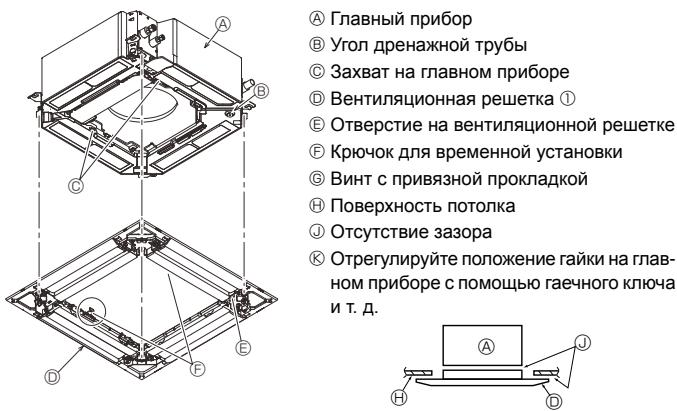

Fig. 9-6
9.4.2. Временная установка вентиляционной решетки (Fig. 9-6)
- Закрепите решетку на главном приборе, затянув заранее установленные винты. (Fig. 9-6)
Убедитесь в отсутствии зазоров между главным прибором и вентиляционной решеткой или между вентиляционной решеткой и поверхностью потолка. (Fig. 9-6)
- После затяжки винта убедитесь, что два крючка решетки (Fig. 9-6) зафиксированы на крючках на основном блоке.